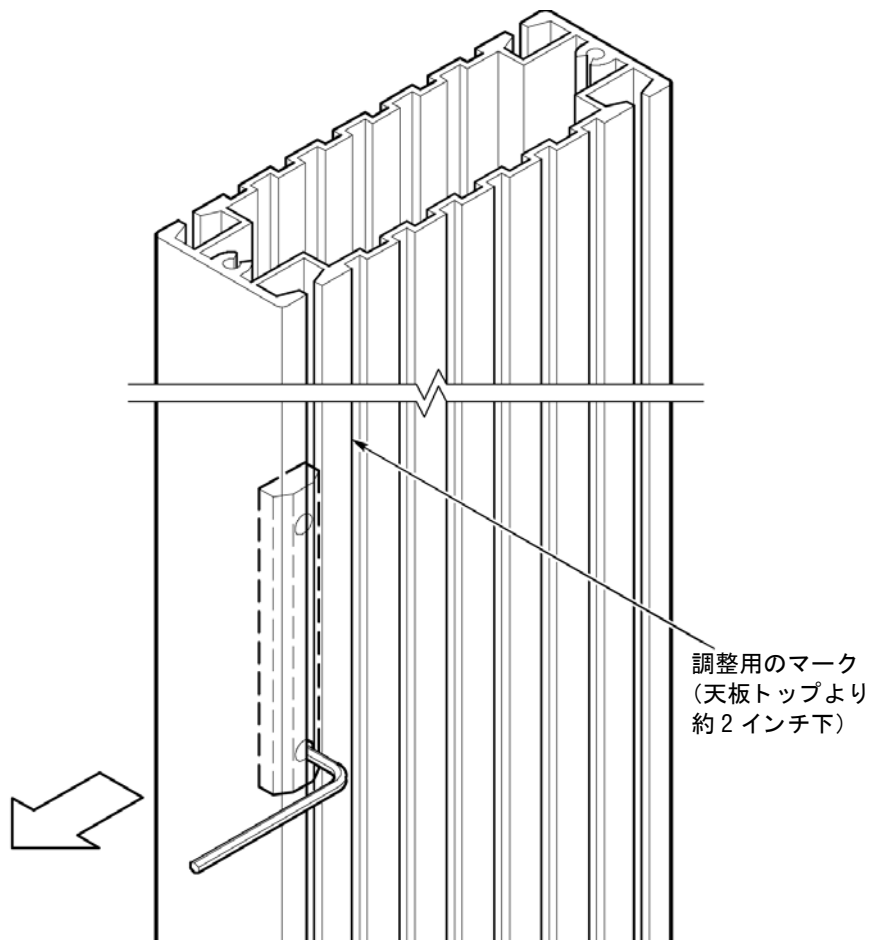

図 11: 脚部アセンブリのレール位置決め用マーキング
2. 取り付けネジを下にしたレールを脚部アセンブリの前方向の溝にスライドさせます。レールの上端がチルト式天板の高さから 2 インチ (約 5 cm) 下の位置になるように位置決めします。脚部アセンブリには、図 11 に示す位置にマーキングしてあります。レールの上端をこのマーキング位置に合わせます。1/8 インチの六角レンチを使って取り付けネジを締めます。